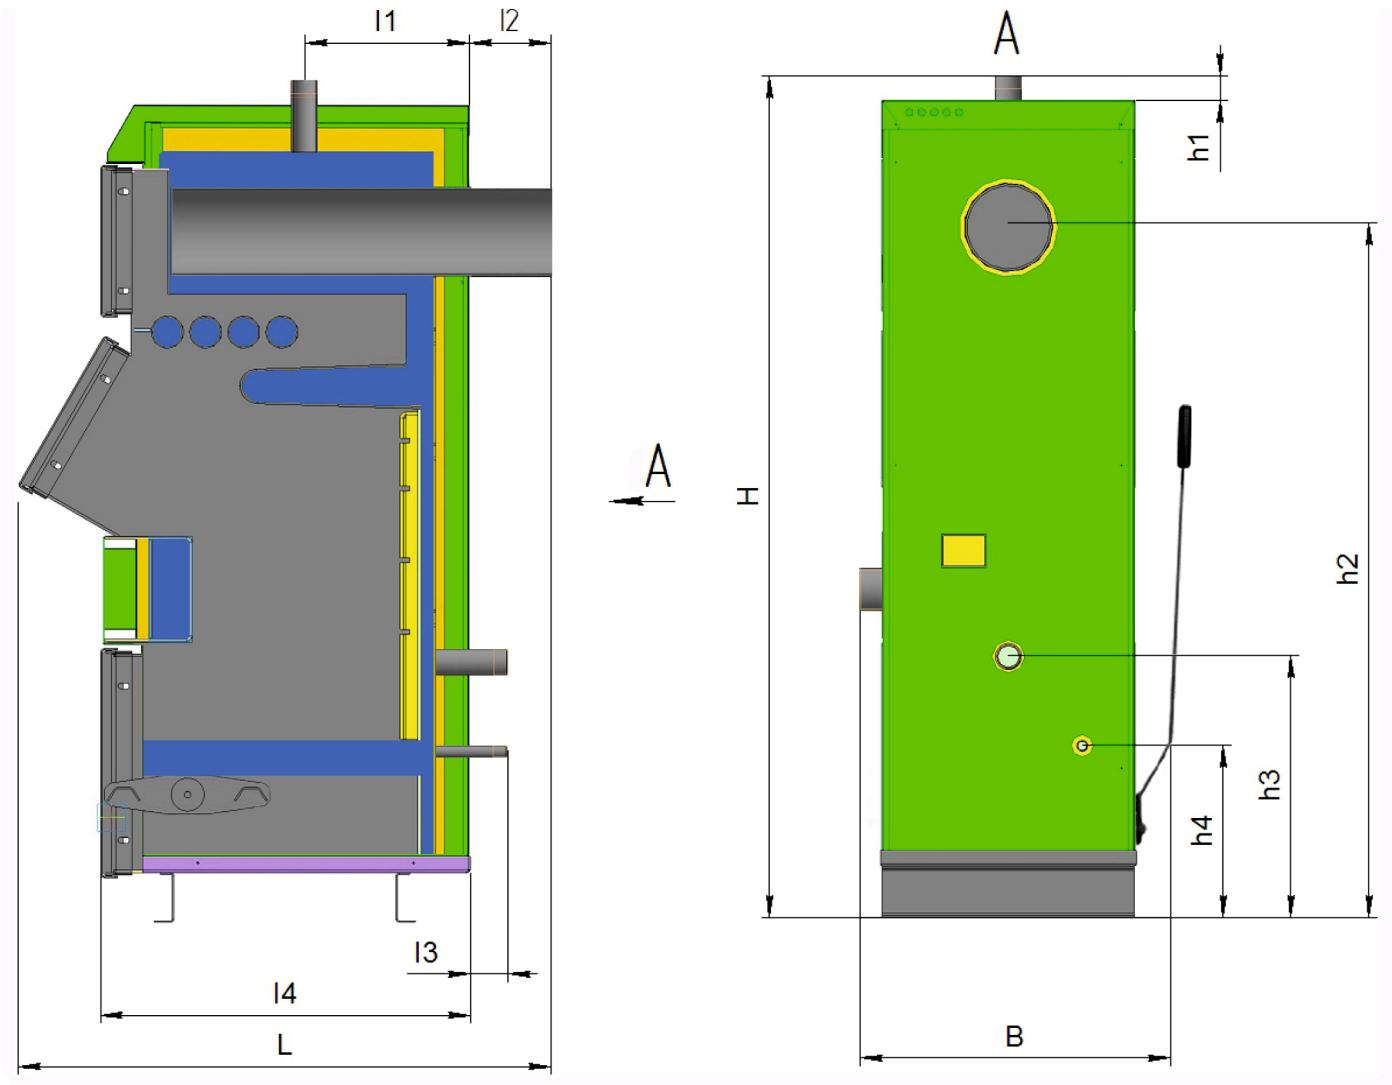

Рисунок 1. Габаритные и присоединительные размеры Котлов моделей LC 12-52
Габаритные и присоединительные размеры Котла (см. рис.1), мм:
Котел (рис.1) представляет собой стальной сварной теплоизолированный каркас, обшитый снаружи съемной декоративной облицовкой, все вместе образующие собой корпус, и устанавливаемый на собственных опорах (16). Внутреннее пространство имеет сложную конфигурацию, включает в своем составе трубчатый теплообменник (14), предназначенный для циркулирования теплоносителя (воды), листовые детали, образующие вместе со стенками каркаса камеру сжигания, воздухоподводящие каналы (на рисунке не показаны), (систему дымоудаления из Котла (9). Внутри каркаса в нижней части расположены устройства: колосниковая решетка для размещения топлива (15), зольный ящик (5) для сбора и удаления золы, а также механизм очистки колосников от сажи (6). В нерабочем состоянии механизм (6) располагается в зольном ящике (5). Колосниковая решетка выполнена из труб гидравлического контура Котла и является неотъемлемой частью теплообменника (15). Снаружи Котел имеет дверцы для обслуживания Котла (11,12,13), патрубки для подсоединения к трубопроводам водяного контура системы отопления (1,2), патрубок для опорожнения теплообменника (3), штуцер для установки тягогрегулятора (17), штуцер для установки термодатчика (19), а также педаль (7) для управления механизмом очистки колосников от сажи (6). По желанию заказчика педаль (7) может быть заменена на рычаг (на рисунке не показан).